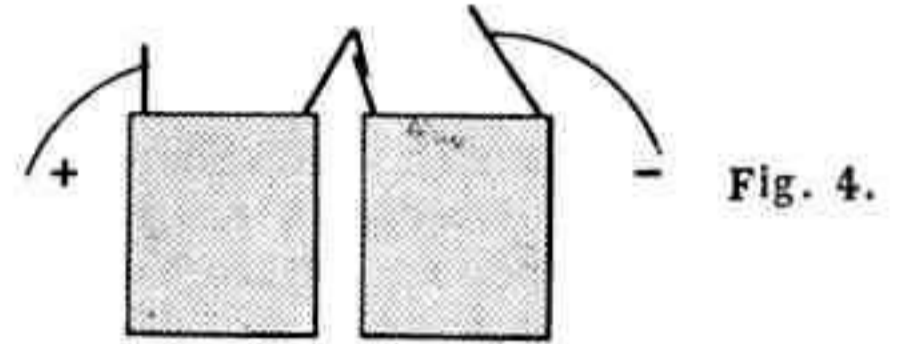

Fig. 4.
de marteau sur le timbre. La sonnerie fonctionne à l'aide de deux piles de 4,5 volts montées en série, c'est-à-dire réunies par leurs pôles opposés (fig. 4).
Le côté opposé (fig. 4) utilise également deux plaques-bandes de 25 trous et deux plaques flexibles de  $14 \times 6$  cm., mais la bande (14) est remplacée par deux bandes de 11 trous qui se recouvrent sur trois trous.